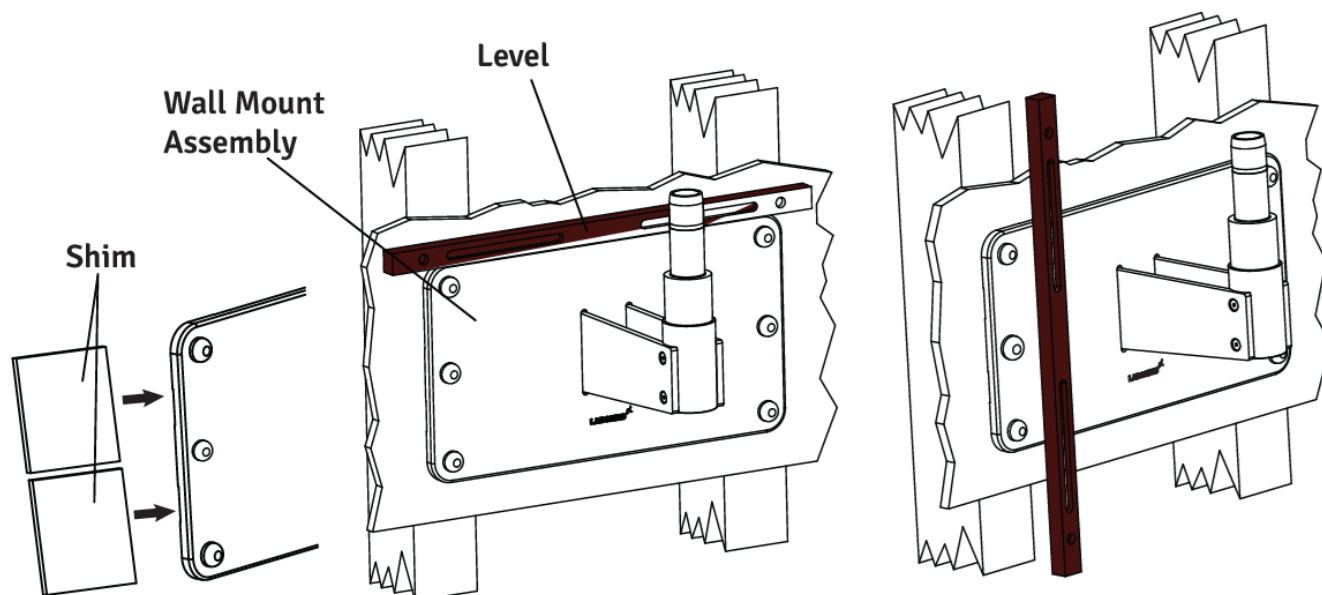

Figura 22
2. Coloque un nivel en la parte superior de la placa posterior para comprobar la nivelación horizontal. Consulte la Figura 22.
5. Coloque un nivel verticalmente a lo largo de la superficie del soporte de pared, en ambos lados, para asegurarse de que esté perpendicular al piso. Consulte la Figura 22.
6. Si el soporte de pared no es perpendicular, inserte material de calce entre el soporte de pared y la pared. Junto a los tirafondos Consulte la figura 22. Verifique con el nivel y ajuste los tirafondos una vez que el soporte esté nivelado.